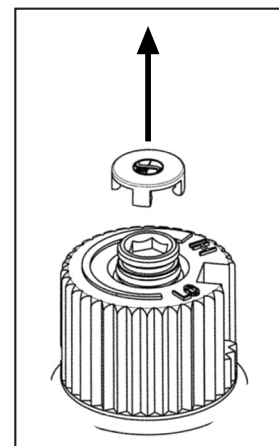

Figure 11: Retrait du capuchon de la valve.
- c) Enlevez à la main, le capuchon de protection noir du bouton "HI/ LO" montré à figure 11.
- h) Remplacez le capuchon de protection noir qui a été enlevé à l'étape a). Référez-vous à la figure 11.